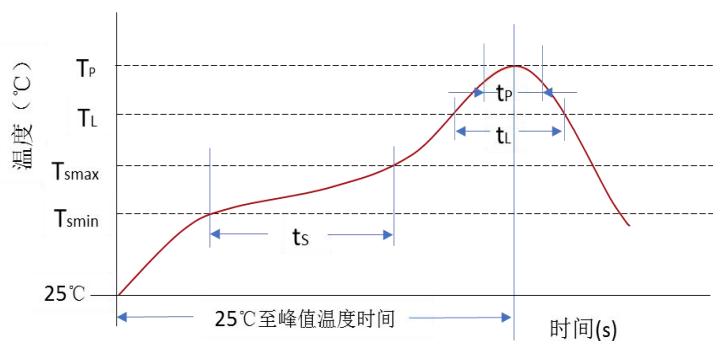

图 1 回流焊焊接曲线图
- 14.2 回流焊：推荐回流焊焊接条件见图 1 及表 4。